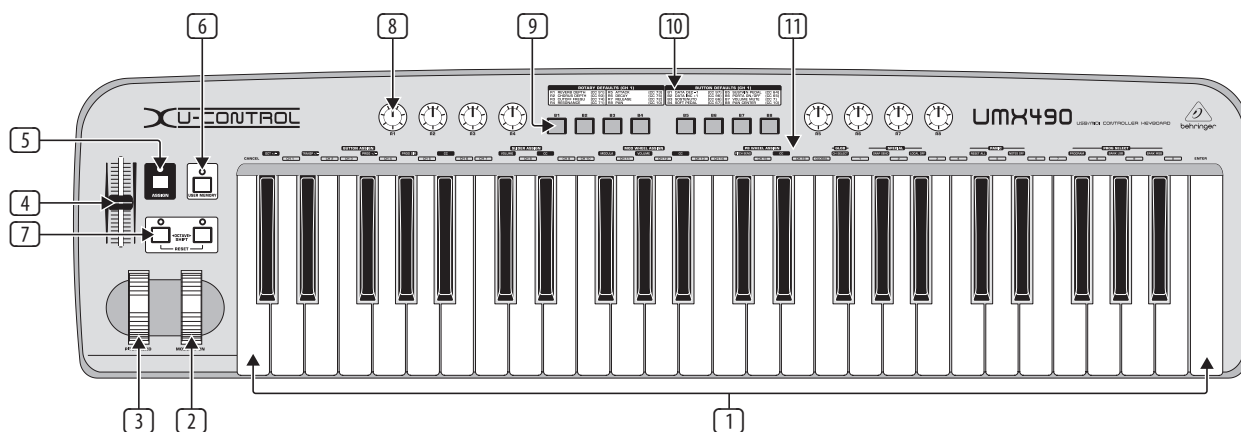

图 3.1 俯视图
- 使用出厂时已有的设置 (见图 3.1 [10]) 这样, 你就只需要在接收设备上做设置就可以了。